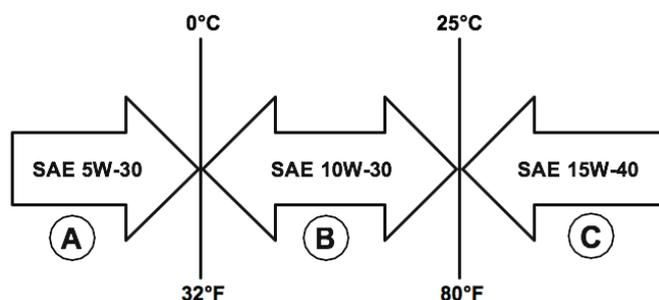

Figure 12: Huile recommandée
1. N'utilisez que l'huile à moteur spécifiée à la figure 12.
7. Choisissez l'huile à moteur appropriée tel qu'indiqué à la figure 12.